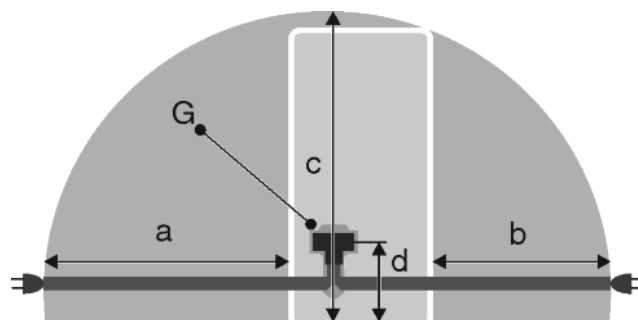

Fig. 28
- Priza se află în afara zonei părții posterioare a aparatului în zona dată Fig. 28 (a, b, c).
- ▶ Cuplați fișa aparatului Fig. 28 (G) pe partea posterioară a aparatului. Acordați atenție fixării corecte în poziție.